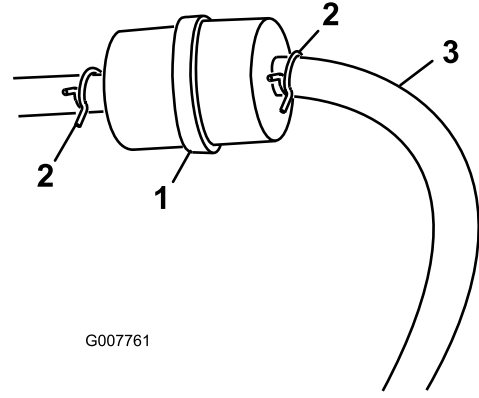

图26
3. 将软管夹的两端挤压到一起，将它们滑离滤清器（图26）。
5. 安装新的滤清器，并将软管夹移近滤清器（图26）。
3. 松开燃油滤芯上的软管夹、沿燃油管向上滑动、使之离开燃油滤芯（图26）。
4. 从燃油滤芯上断开燃油管（图26）。
注意： 让燃油排入燃油容器或放油盘（图26）。
5. 将燃油管安装到燃油滤清器上。将软管夹滑近燃油滤清器，固定燃油管（图26）。